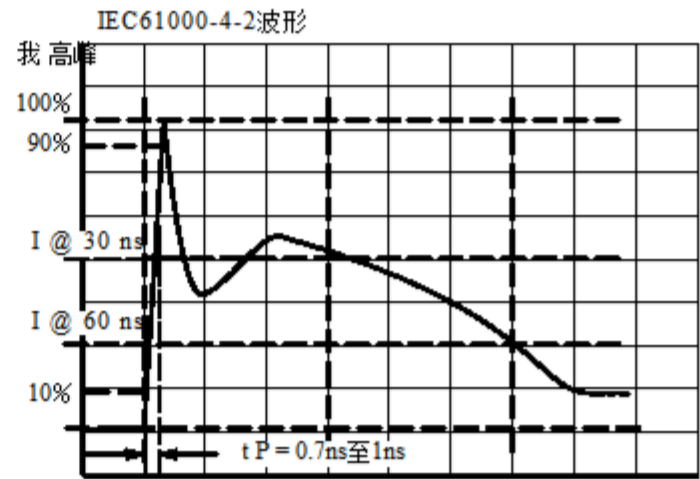

图3. IEC61000-4-2规格
6. 测试程序见图3和4以及应用笔记 AND8307 / D.